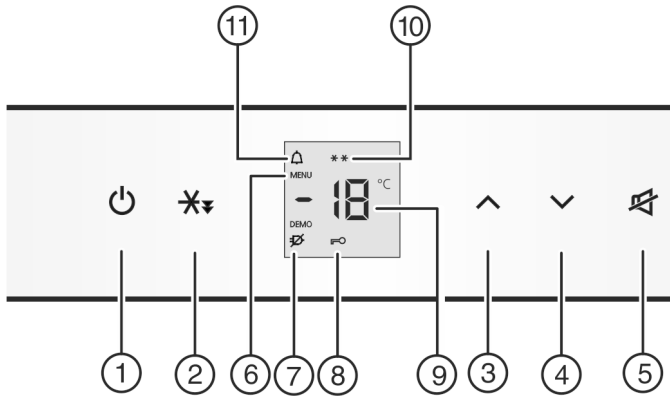

Fig. 2
- Taste On/Off Fig. 2 (1) drücken.
- Einstellmodus aktivieren: Taste Schnellgefrieren Fig. 2 (2) ca. 5 s drücken.
- ▷ Das Symbol Menu Fig. 2 (6) leuchtet.
- Die Taste Schnellgefrieren Fig. 2 (2) kurz drücken, um zu bestätigen.
- Zum Einschalten der Kindersicherung Taste Schnellgefrieren Fig. 2 (2) kurz drücken.
- ▷ Das Symbol Kindersicherung Fig. 2 (8) leuchtet. In der Anzeige blinkt **c**.
- Zum Ausschalten der Kindersicherung Taste Schnellgefrieren Fig. 2 (2) kurz drücken.
- ▷ Das Symbol Kindersicherung Fig. 2 (8) erlischt. In der Anzeige blinkt **c**.
- Einstellmodus deaktivieren: Taste On/Off Fig. 2 (1) drücken.
- Taste Alarm Fig. 2 (5) drücken.
Gleichzeitig blinkt die Temperaturanzeige und das Symbol Alarm Fig. 2 (11).
Der Signalton verstummt automatisch, das Symbol Alarm Fig. 2 (11) geht aus und die Temperaturanzeige hört auf zu blinken, wenn die Temperatur wieder ausreichend kalt ist.
- Taste Alarm *Fig. 2 (5)* drücken.
- Temperatur wärmer einstellen: Einstelltaste Up *Fig. 2 (3)* drücken.
- Temperatur kälter einstellen: Einstelltaste Down *Fig. 2 (4)* drücken.